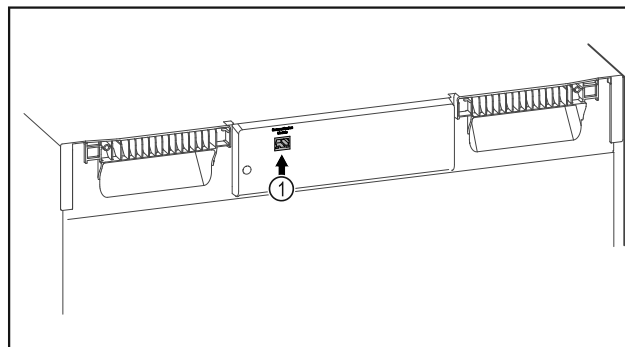

Fig. 80
- SmartModule Fig. 80 (1) je nasadený.